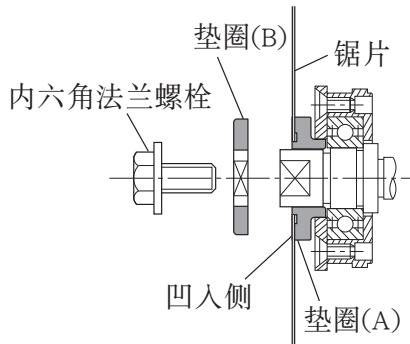

图15
- 安装锯片时，垫圈(A)的凹入侧必须和锯片侧一致。（参见图15）
(3) 如果垫圈(A)已拆下，请先将其安装到主机上。接着将锯片安装到主轴上，最后固定垫圈(B)。（参见图15）